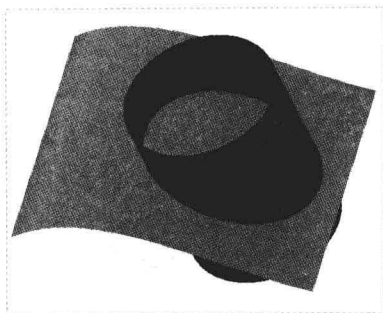

图 9-3 图形文件
Step 01 按【Ctrl+O】组合键，打开图形文件，如图 9-3 所示，在模型树中选择“相交 1”选项。